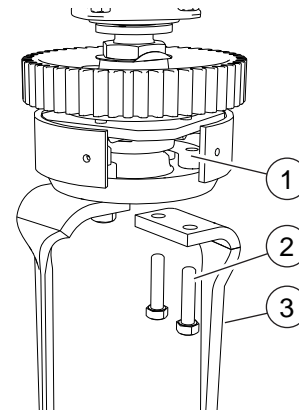

FIG. 37
- Desatornillar los dos tornillos (2, “Fig. 37”).
- Remover el bloque (1).
- Sacar la cuchilla (3) lateralmente.